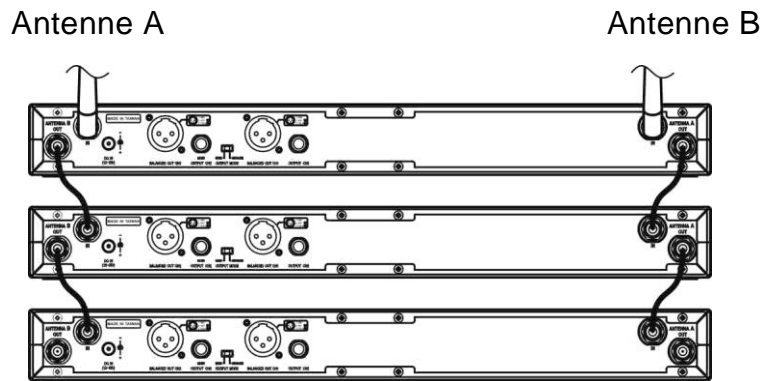

Bild 5
- (E) Die Antenneneingänge verfügen über eine integrierte Spannungsversorgung (8 Volt), die eine Verwendung von MIPRO Antennensignal-Verstärkern oder aktiven Antennen erlaubt. Ob der Einsatz eines Verstärkers sinnvoll ist, hängt hauptsächlich von Länge und Qualität des eingesetzten Antennenkabels ab. Um einen optimalen Empfang zu gewährleisten, empfiehlt es sich bei günstigen Kabeln ab ca. 10 Metern Kabellänge, entsprechende Antennensignal-Verstärker zu verwenden.
(F) Das Antennensignal wird am Ausgang (12) wieder ausgegeben. Dadurch können bis zu drei Empfänger von einer Antenne gespeist werden. Bild 5.